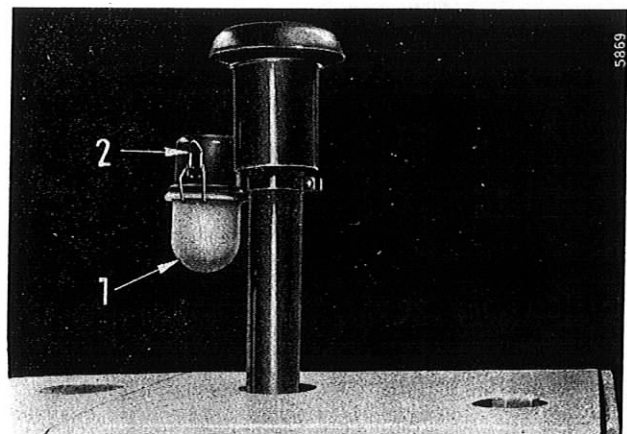

Bild 48
Von Zeit zu Zeit muß der Schmutzbehälter (1), Bild 48, vom Ansaugstutzen des Luftfilters abgenommen und entleert werden. Eine zu große Schmutzanhäufung im Behälter beeinträchtigt die Luftreinigung.